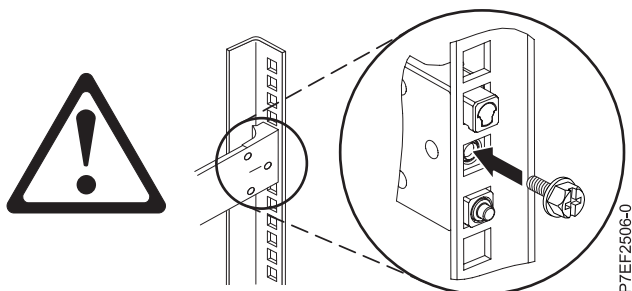

Figure 21. Réinstallation de la vis
4. Réinstallez la vis qui a été retirée à l'étape 2, à la page 22, comme illustré dans la figure 21.